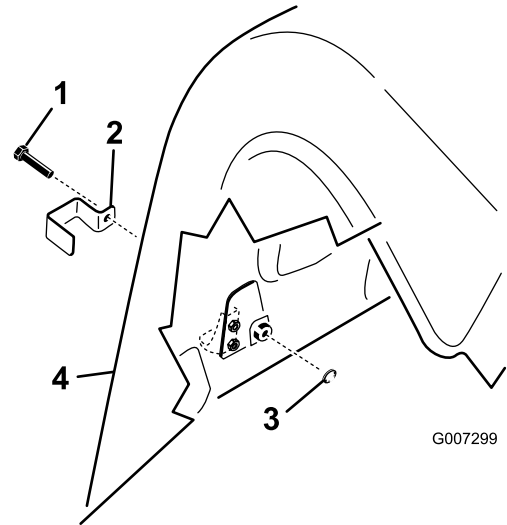

図 18
1. プロコア 864 モデルでは、タップボルト 全部で 4 本を使用して左右の後下側フードと上側フードのラッチにロックブラケットを取り付ける; 図 18を参照。
2. プロコア 1298 モデルでは、タップボルト コアリングヘッドあたり 3 本、全部で 6 本を使用して、左右の後部カバーの後下側フードのラッチと外側の上フードのラッチにロックブラケットを取り付ける; 図 18を参照。
3. プライヤかモンキーレンチを使って、内部ロックワッシャを各ボルトに入れて 1 山か 2 山ラッチを固定する 図 18。